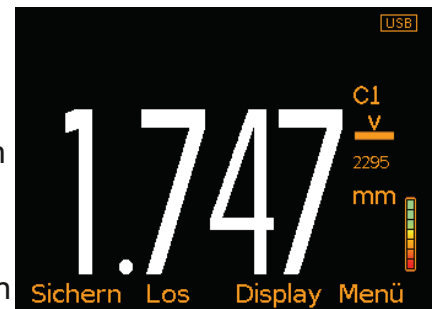

Bild 1
- 3 Das Display zeigt einen Wert, der kontinuierlich aktualisiert wird (Bild 1).